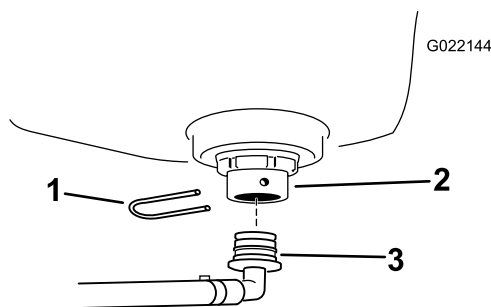

Figure 13
2. Posez le raccord cannelé du réservoir de rinçage sur le raccord de traversée et fixez-le avec un étrier (Figure 13). Tournez le raccord face à l'arrière.